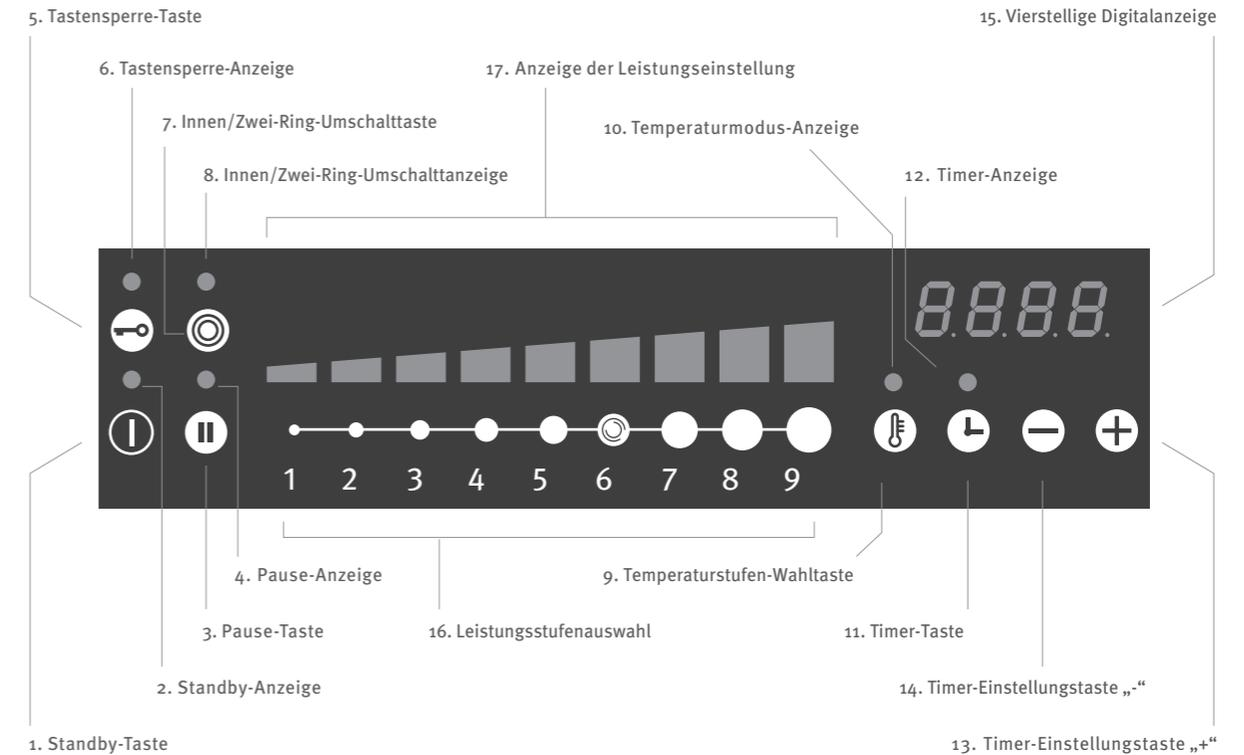

Abbildung 1 Bedienfeld
**1.** Zeichnen Sie die Punkte wie in Abb.1, R5 auf Ihre Platte und bohren Sie dort mit einem  $\varnothing$  10mm Bohrer durch die Platte.
**2.** Wie in Abb.1 zeichnen Sie die Linie zwischen den Punkten und schneiden Sie die Platte aus.